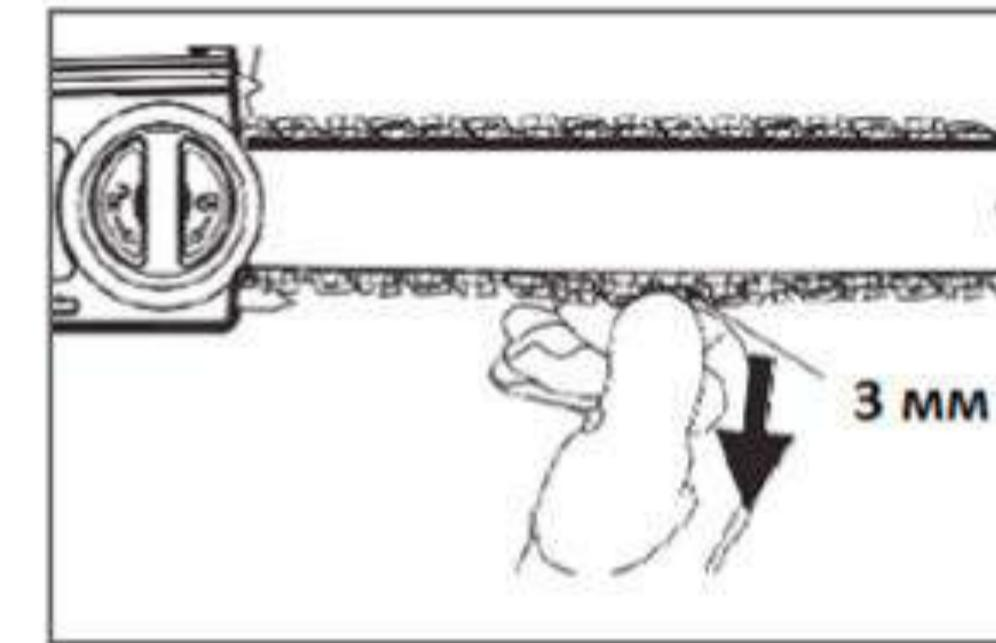

Рис. 6
7. Проверьте натяжение цепи, потянув пильную цепь от направляющей шины. Если цепь натянута правильно, то расстояние между цепью и направляющей шиной (Рис.6) должно быть около 3 мм. Если требуется регулировка, ослабьте гайку крепления крышки шины на один полный оборот